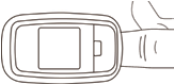

Figura 7. Posición del dedo
- El dedo debe colocarse correctamente (véase la Figura 7) o, de lo contrario, la medición puede ser imprecisa.
2. Coloque su dedo entre las almohadillas de caucho de la pinza, como se muestra en la Figura 7 (asegúrese de que el dedo esté en la posición correcta), y después cierre la pinza sobre el dedo.